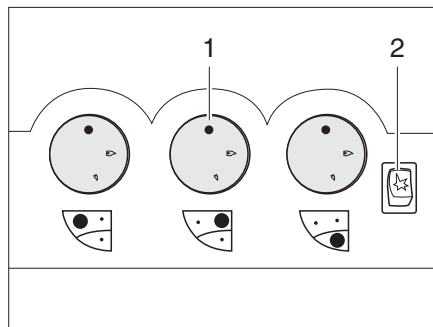
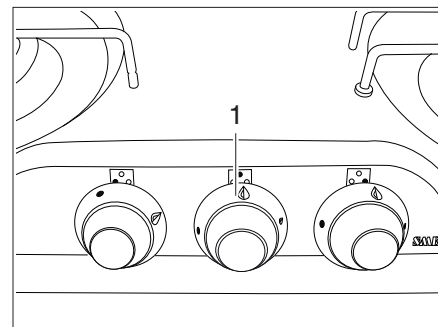

Fig. 125 Elementos de mando para la cocina de gas
Fig. 126 Alternativa: Elementos de mando para la cocina de gas
- Girar el regulador giratorio (Fig. 125,1 ó Fig. 126,1) correspondiente al quemador deseado a la posición de encendido (llama alta).
- Si hay una tecla de encendido (Fig. 125,2):